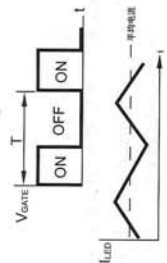

图 4
平, 使 RS 触发器复位, Q 端输出低电平, 此低电平输入与门, 使 GATE 输出低电平, 则 Q1 截止。在 Q1 截止时, L1 释放储存的能量, 产生的电感电流经 LED 串、D1 形成回路, LED 亮, LED 的电流是连续的。在开关管导通 (ON) 及截止 (OFF) 的周期 (T) 内, I_{LED} 的电流如图 4 所示, 输出的平均电流即恒定的 LED 电流。